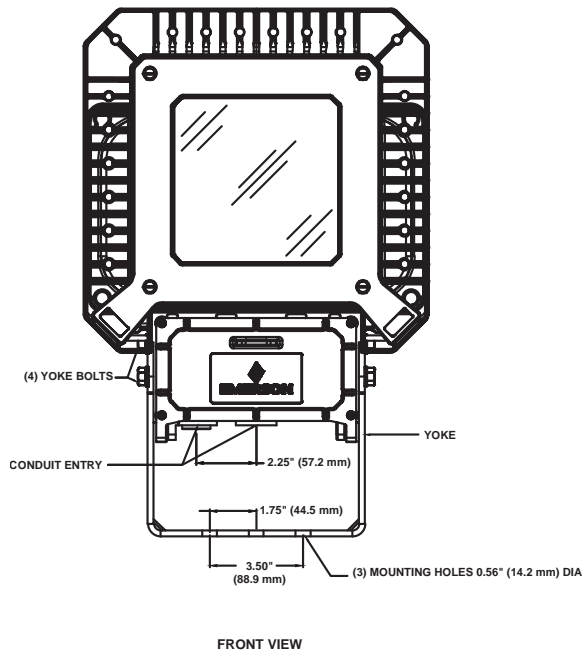

Figure 2: Luminaire avec étrier de montage
Le luminaire Areamaster GEN 2 LED avec étrier (fourni) se monte directement sur des surfaces planes. La culasse a un trou de dégagement central pour un boulon de 1/2 pouce (12,7 mm) et deux trous de dégagement de 1/2 pouce (12,7 mm) espacés de 3-1/2 pouces (88,9 mm) sur la ligne centrale de l'étrier. Voir la Figure 2.
1. Montez le luminaire avec étrier sur une surface plane à l'aide de matériel fourni par l'utilisateur. Voir la figure 2 pour l'emplacement des trous de montage.
2. Desserrer légèrement les quatre boulons de l'étrier et incliner le luminaire dans la position désirée avec votre main libre. Voir Figures 2 et 3.